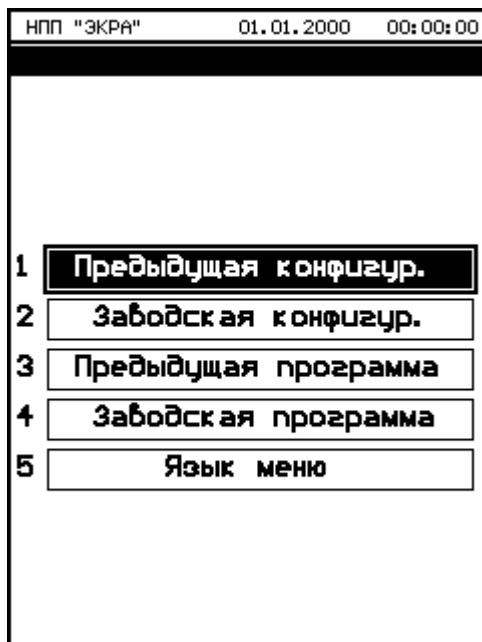
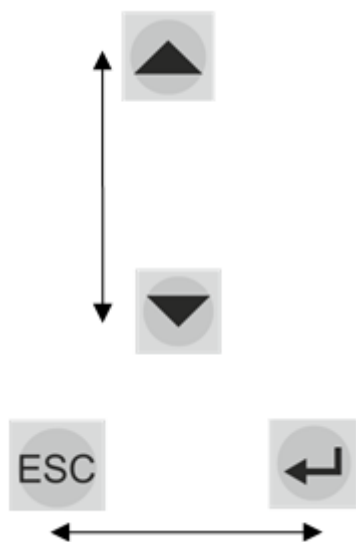
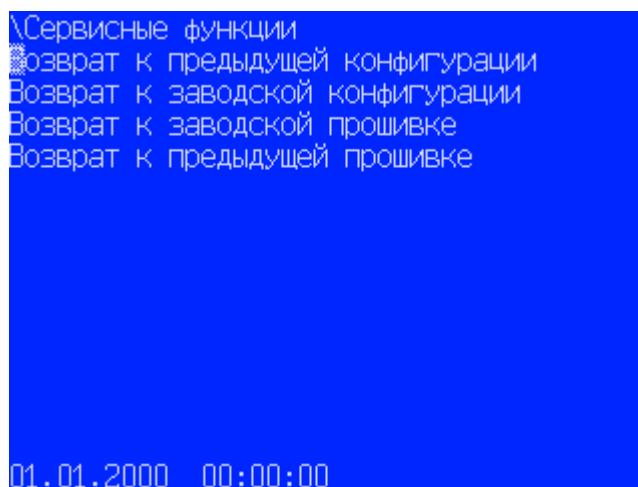

Рисунок 27 – Вертикальный дисплей
Рисунок 28 – Навигационные кнопки
Рисунок 36 – Сервисные функции
- 1) вертикальный дисплей (см. рисунок 27);
Примечание – Если в терминале установлена более новая версия ПО, то при возврате на заводскую конфигурацию возможна несовместимость ПО терминала и конфигурации. Для устранения несовместимости необходимо произвести возврат на заводское ПО терминала (для вертикального расположения дисплея данная функция называется заводская программа (см. рисунок 27), для горизонтального – заводская прошивка (см. рисунок 36)).
При загрузке терминала в режиме **Восстановление ПО** на его дисплее отобразится главное меню (см. рисунок 27). С помощью кнопок «▲» и «▼» можно передвигаться вверх и вниз соответственно. Кнопка «↵» (**Enter**) служит для подтверждения выбранной операции, «**ESC**» – кнопка для выхода (см. рисунок 28).
С помощью кнопок «▲» и «▼» можно передвигаться вверх и вниз соответственно. Кнопка «**Enter**» служит для подтверждения выбранной операции, «**ESC**» – кнопка для выхода (см. рисунок 28).
Если введен правильный пароль, то вход в **Сервисные функции** успешно выполнен (см. рисунок 36). Если же пароль оказался неверным, то на экране появится сообщение **«Пароль неверный»** и приглашение ввести пароль еще раз.